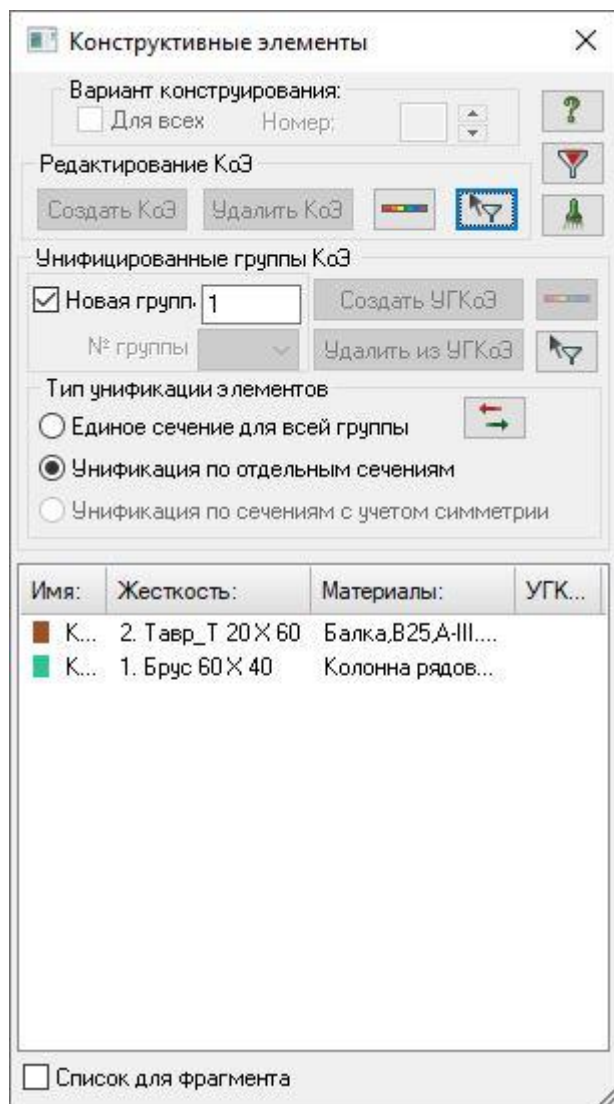

Рис.1.18. Диалоговое окно Конструктивные элементы
- Для создания конструктивных элементов вызовите диалоговое окно **Конструктивные элементы** (рис.1.18) щелчком по кнопке  – **Конструктивные элементы** (панель **Конструирование** на вкладке **Создание и редактирование**).